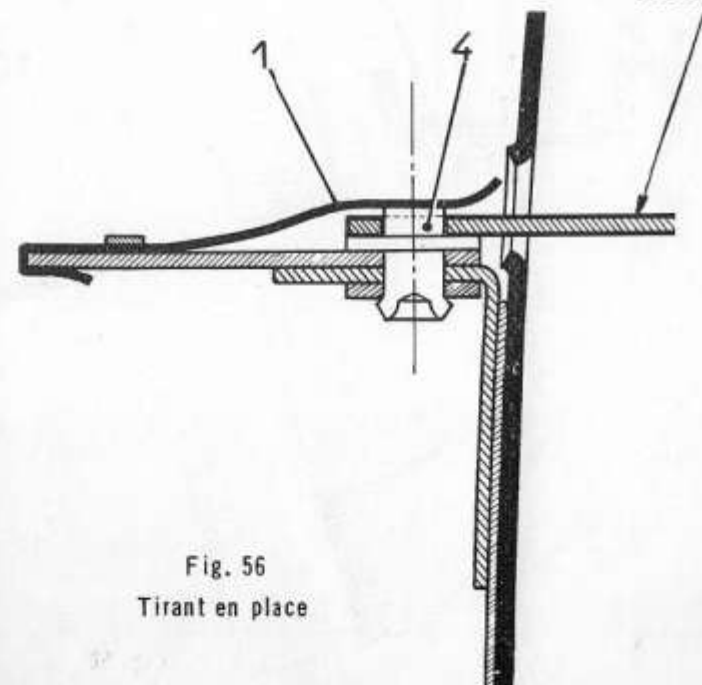

Fig. 56
Avancer doucement la porte jusqu'à ce que le pivot (4) s'engage dans le trou (2) du tirant. S'assurer que celui-ci soit bien à sa place (Fig. 56)